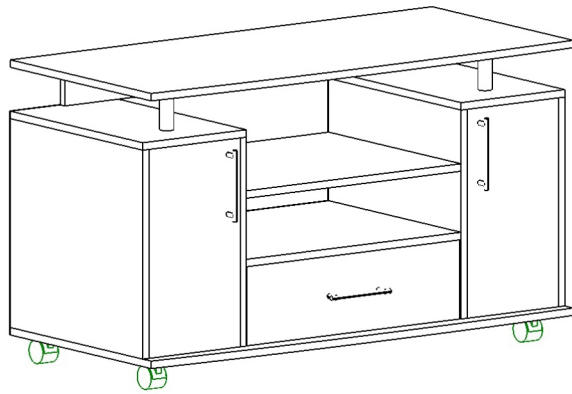

Рис.1
1. Соедините между собой боковины ящика (11), фальш - панель ящика (9), заднюю стенка ящика (10) евроинтами (2ф).
2. Присоедините дно ящика (ЛХДФ) (16) гвоздями (11ф), при этом проверьте перпендикулярность ящика.
3. Разберите направляющие (12ф) с помощью рычага внутри (Рис. 1 поз 12фБ). Вытащите внутреннюю часть направляющих и нажмите на рычаг. Затем потяните дальше.
1. Устанавливаем к дну тумбы (2) с помощью саморезов 3,5х16 (17ф) опоры колесные.
2. Устанавливаем на бока (7) ответные части направляющих (12фВ) в помеченные отверстия с помощью саморезов 3,5 х 16 (17ф) (Рис.1).
3. Устанавливаем на бока (6) в намеченные отверстия ответные планки петель (14ф) с помощью саморезов 3,5 х 16 (17ф) (рис 2).